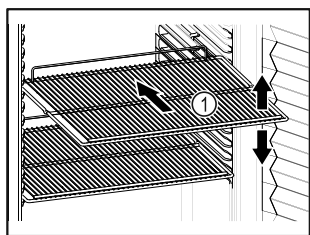

Fig. 62 Példaként szolgáló ábrázolás
- Ha a tároló rácsok Fig. 62 (1) áthelyezhetők, akkor igazítsa be őket a kívánt magasságnak megfelelően.